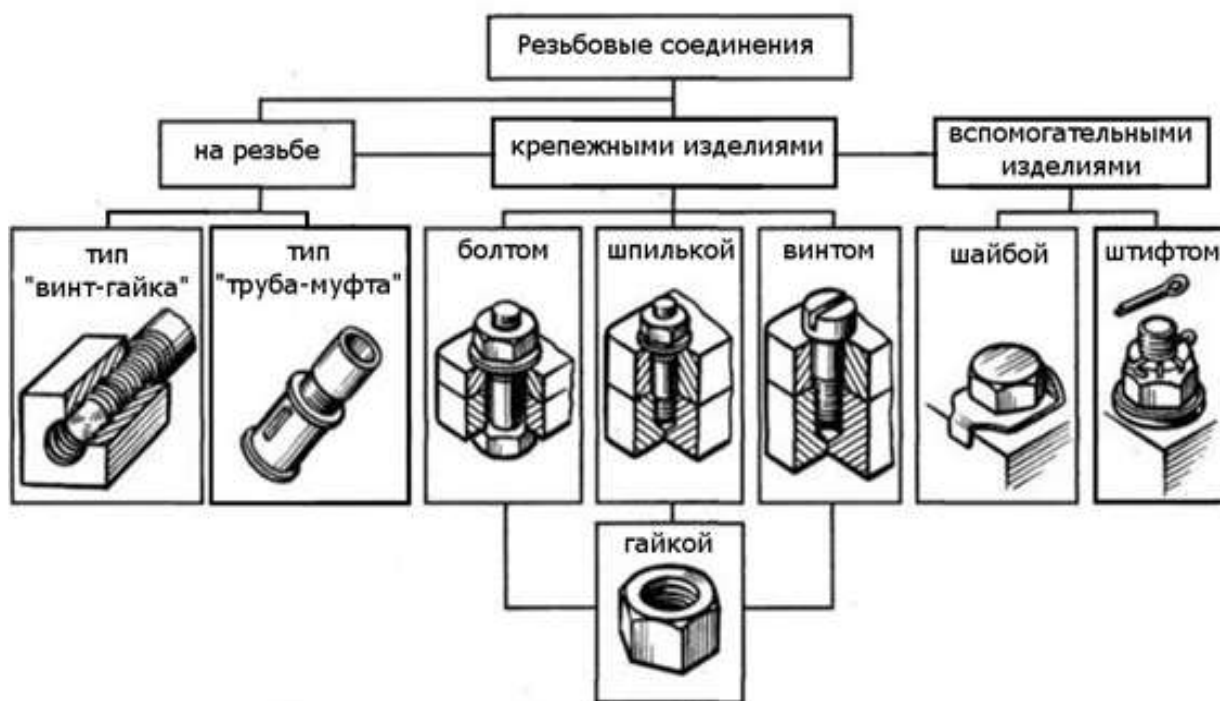

Рисунок 4. Резьбовые соединения
**Гайка** (Рис. 4) - это деталь с резьбовым отверстием, навинчиваемая на болт или на шпильку, и служащая для замыкания, скрепляемых с помощью болта или шпильки деталей соединения. При заворачивании гайки на болт или шпильку нужно следить за тем, чтобы горец гайки был перпендикулярен оси резьбы, а поверхность торца плотно прилегала к поверхности детали.